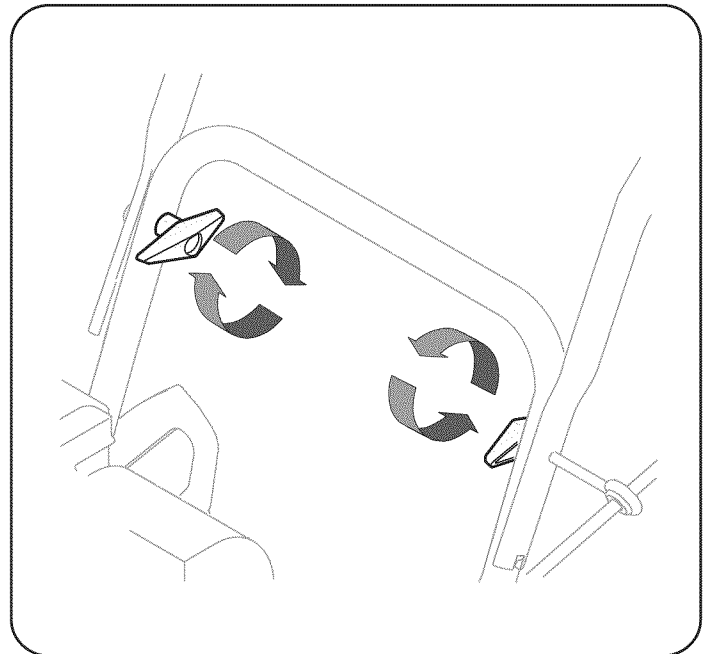

Figura 2
3. Asegure la manija ajustando la perilla a mariposa de plástico situada en los lados izquierdo y derecho de dicha manija. Vea la Figura 2. Retire y descarte todos las bandas de plástico, si las hubiera. Únicamente se utilizan para el empaque.